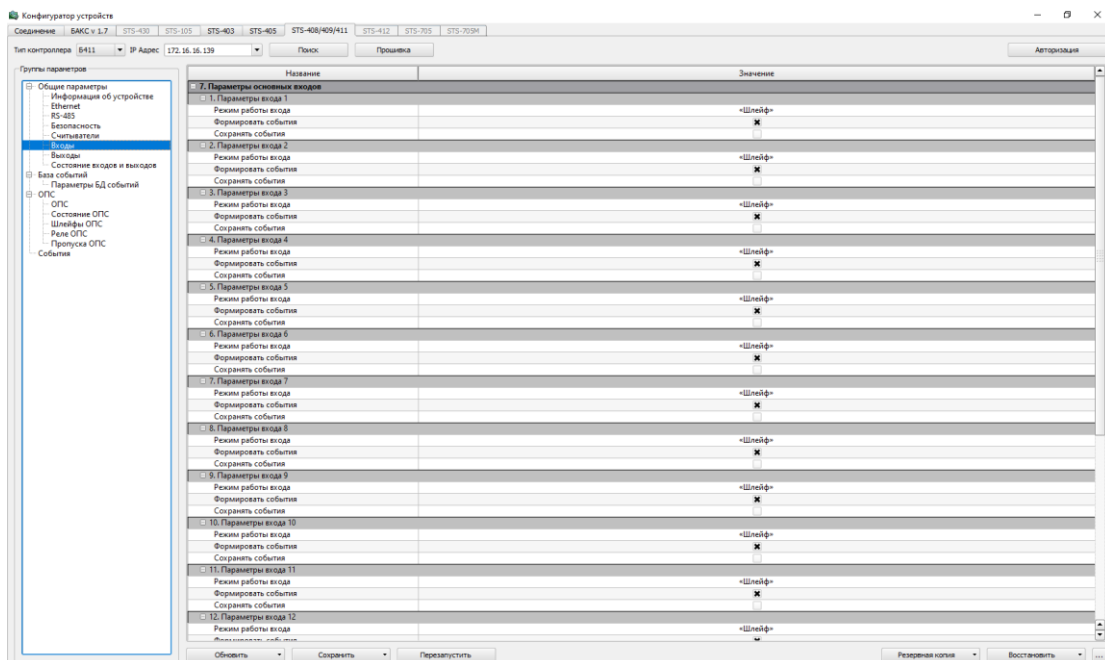

Рисунок 16 – Входы
– Входы – отображаются параметры шлейфов и дополнительных входов (рисунок 16).